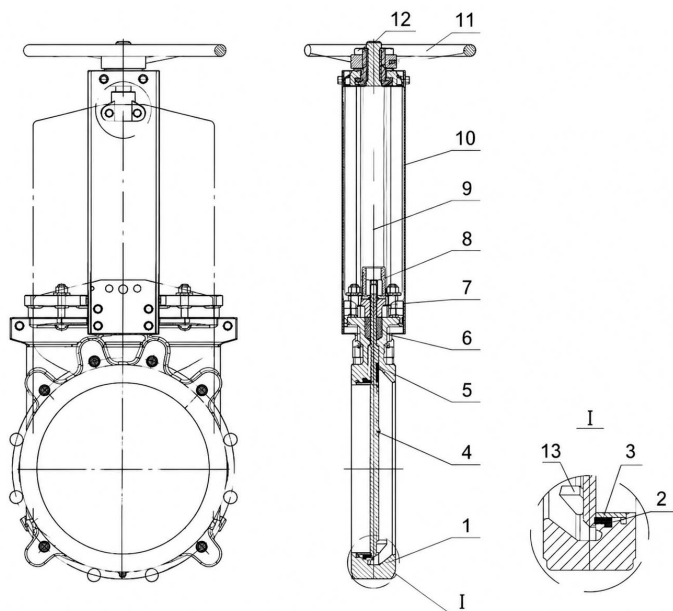

Рисунок 2 – Составные части изделия
5.9. Во время эксплуатации следует проводить периодические осмотры (регламентные работы) в сроки, установленные эксплуатирующей организацией, в зависимости от режимов работы системы. Если рабочей средой является морская вода, следует особое внимание обращать на детали 8, 10, 11 и 12 (рис. 2) на предмет возникновения коррозии. Рекомендуется обработка этих позиций двухкомпонентным эпоксидным покрытием.